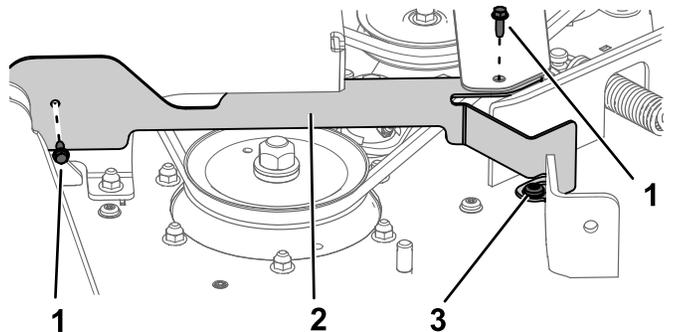

図 32
2. 機体右側で、ワッシャヘッドボルト $1/4 \times 3/4$ "を外してショルダボルトをゆるめる 図 32。ガードを取り外す。